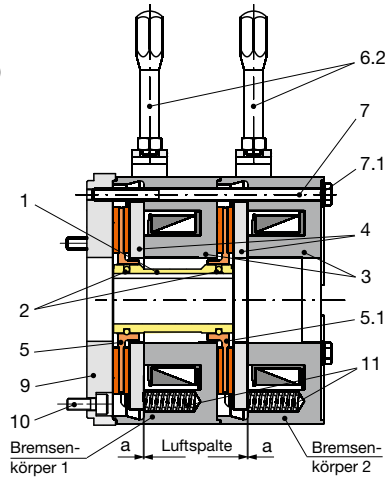

Bild 1: Type 8020.0\_\_03
### Kurzbeschreibung Montage (Bild 1)
2. Gegebenenfalls Flanschplatte (9) mit Hilfe der Zylinderschrauben (10) an Anbaufläche montieren (Anzugsmoment nach Tabelle 1 beachten).
4. Rotor 1 (5) von Hand mit leichtem Druck über beide O-Ringe (2) auf die Nabe (1) schieben (Rotorbund zeigt von Maschinenwand bzw. Flanschplatte weg).
5. Bremsenkörper 1 über Nabe (1) und Rotorbund von Rotor 1 (5) schieben (Befestigungsbohrungen fluchtend zu Gewindebohrungen in Flanschplatte (9) bzw. Maschinenwand).
6. Rotor 2 (5.1) von Hand mit leichtem Druck über einen O-Ring (2) auf die Nabe (1) schieben, so dass der Reibbelag von Rotor 2 (5.1) am Bremsenkörper 1 anliegt (Rotorbund zeigt zur Maschinenwand bzw. Flanschplatte).
7. Sechskantschrauben (7) in die Bohrungen in Bremsenkörper 2 stecken, danach mit Bremsenkörper 1 fügen (siehe Bild 1) und an Maschinenwand bzw. Flanschplatte anschrauben. Sechskantschrauben (7) mit Drehmomentschlüssel und Anzugsmoment (nach Tabelle 1) rundum gleichmäßig anziehen.